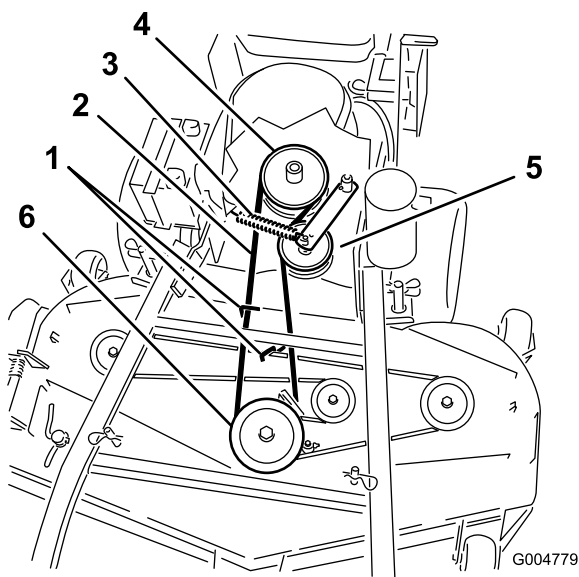

Figura 61
6. Retire la correa de la polea central de la plataforma del cortacésped (Figura 61). Extreme las precauciones al retirar la correa ya que la tensión aumentará debido a que la polea tensora está tensada con muelle.
7. Retire la correa de la polea del motor y la polea tensora tensada con muelle (Figura 61).
8. Instale la nueva correa en la polea del motor y la polea tensora tensada con muelle (Figura 61).
9. Coloque la correa en la polea central de la plataforma del cortacésped (Figura 61). Extreme las precauciones al instalar la correa ya que la tensión aumentará debido a que la polea tensora está tensada con muelle.
11. Ajuste la guía a 3 mm (1/8 pulg.) de la correa (Figura 61).